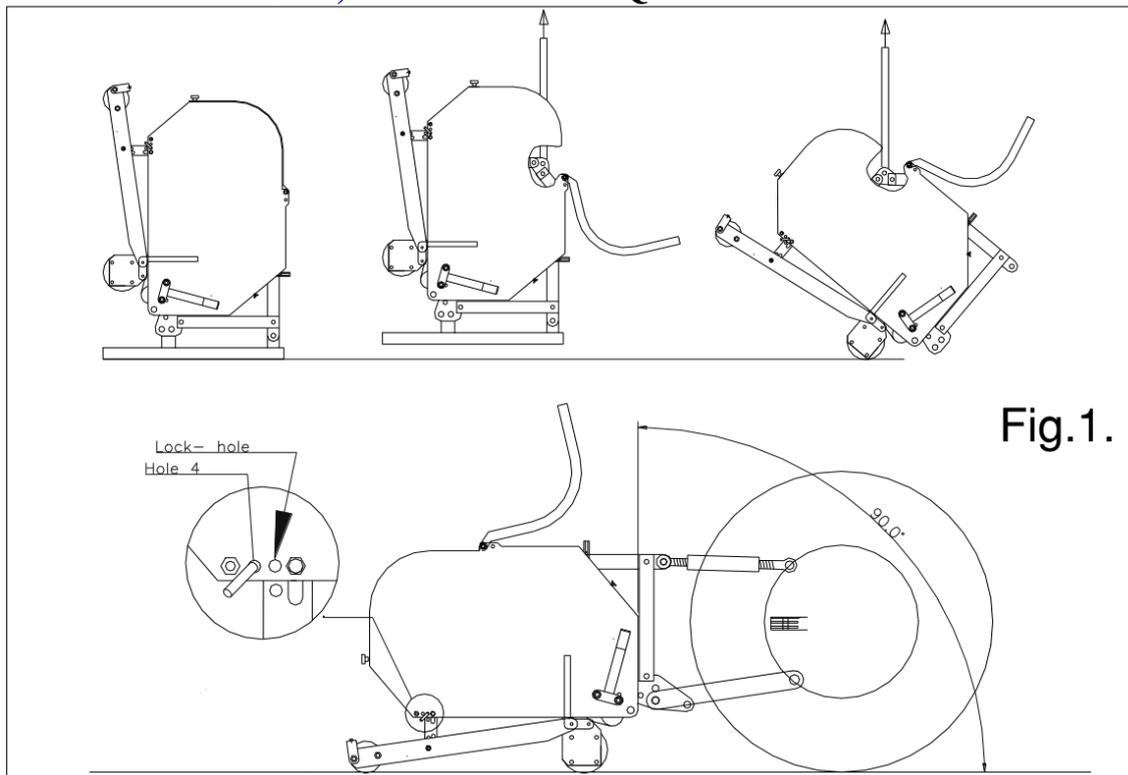

Fig.1.
A máquina encontra-se verticalmente assente sobre a palete. Para remover a palete e colocar a máquina na posição horizontal no chão, deve proceder da seguinte forma (ver fig. 1)
@ O ângulo de 90 graus significa que os furadores entram no solo perpendicularmente, o que só acontece quando a máquina está correctamente regulada, ver fig. 1. Se não estiver correctamente regulada poderá produzir uma força F – ver fig. 5 – a qual poderá comprometer significativamente o funcionamento da máquina.
- @ Se a máquina não estiver correctamente montada na parte traseira do tractor - ver fig. 1 - os diferentes ângulos do PTO podem provocar vibrações no eixo de transmissão do PTO da VERTI-DRAIN. Esta vibração pode danificar a máquina e a furação do solo.